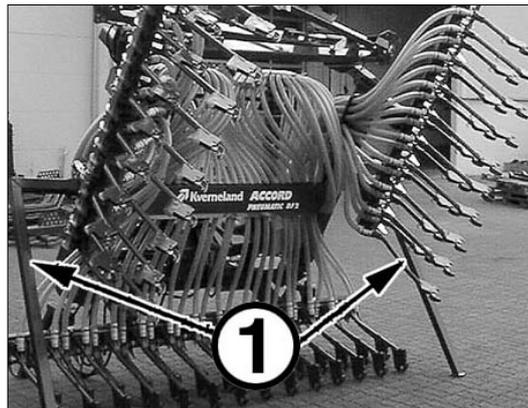

Рис. 10–2
2. Сошниковый брус должен держаться трактором или почвообрабатывающим орудием на высоте H_2 (30 – 35 см, см. рис. 10–1).
Если Вы хотели бы складные сошниковые брусья установить на опоры на короткое время в сложенном состоянии, то Вы должны пристроить длинные опоры (1; рис. 10–2)!
1. Прикрепите выбранную Вами крепежную подставку к трактору (см. рис. 10–1).